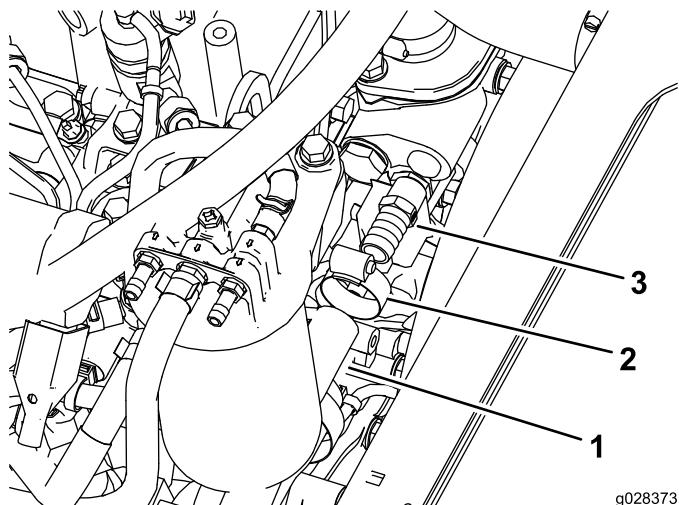

Figura 21
3. Instale o encaixe adaptador do tubo na estrutura do termóstato do motor (Figura 21).
4. Ligue a extremidade solta da mangueira de pressão ao encaixe adaptador da estrutura do termóstato do motor (Figura 21).
6. Encaminhe o tubo por baixo do filtro do ar, conforme indicado na Figura 21.